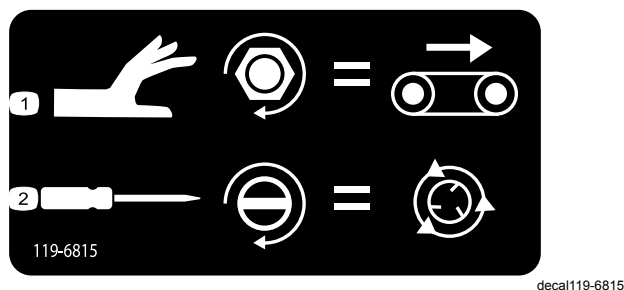

Figura 44
- Para ajustar la velocidad del Suelo (**Figura 44**), gire el pomo en el sentido de las agujas del reloj. Se utiliza la máxima velocidad del Suelo en el sistema operativo codificado por colores, de manera que este ajuste puede realizarse sin tener ningún caudal hidráulico. Esto es de especial importancia cuando la tolva está llena de arena.
- Para ajustar la velocidad del rotor (**Figura 44**), utilice un destornillador de punta plana, girando en el sentido de las agujas del reloj para aumentar la velocidad o en el sentido contrario de las agujas del reloj para reducirla.